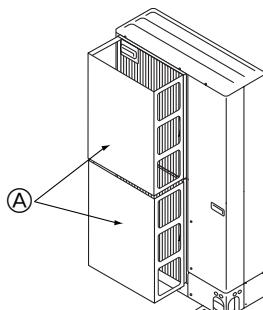

Fig. 2-15
- ① Ünite, tayfun ve başka nedenlerden oluşan güçlü rüzgârların doğrudan hava çıkışına girebileceği bir yere monte edilmişse, isteğe bağlı olarak sağlanan bir hava kılavuzu monte edin. (Fig. 2-15)